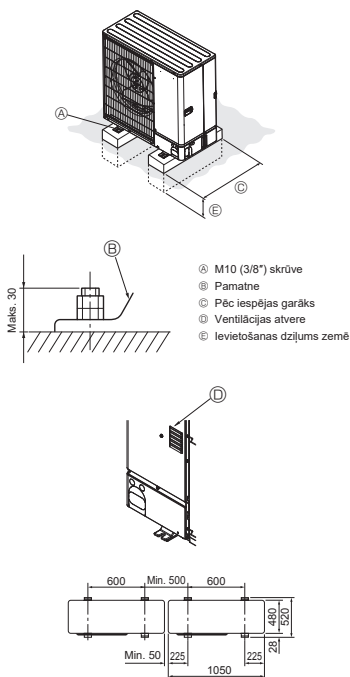

Fig. 3-1
- Pārlecinieties, ka iekārta tiek uzstādīta uz spēcīgas, līdzenas virsmas, lai novērstu ribešanas radītu troksni darbības laikā. (Fig. 3-1)